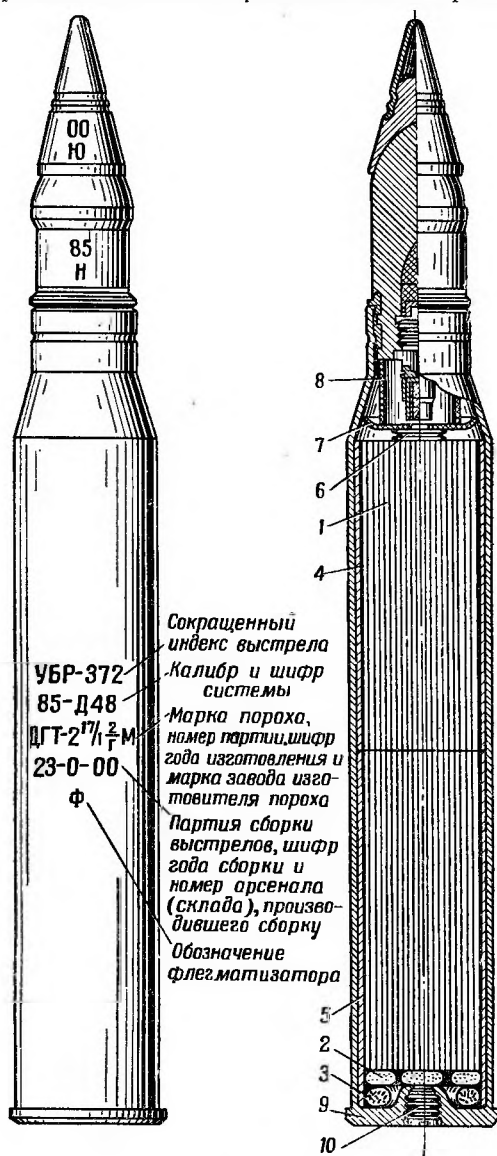
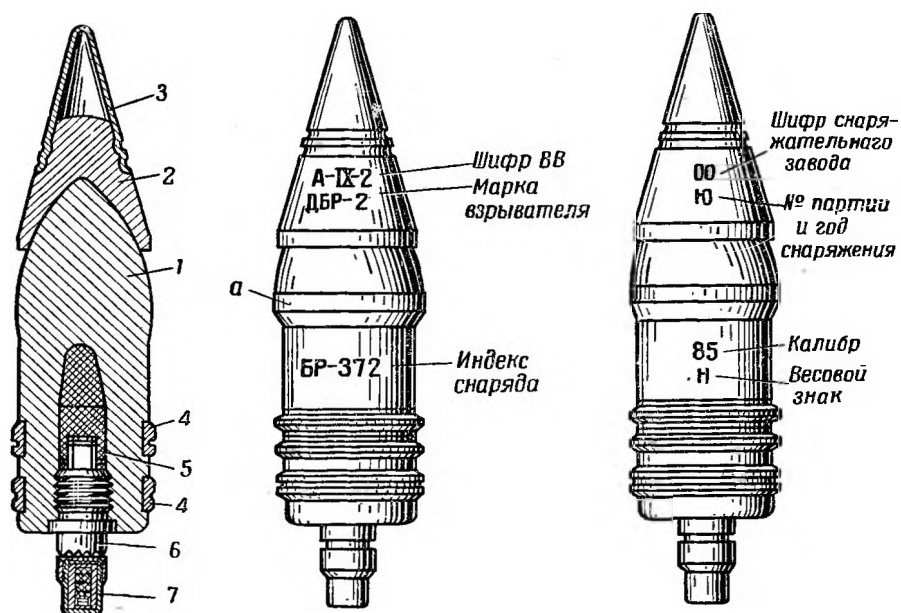
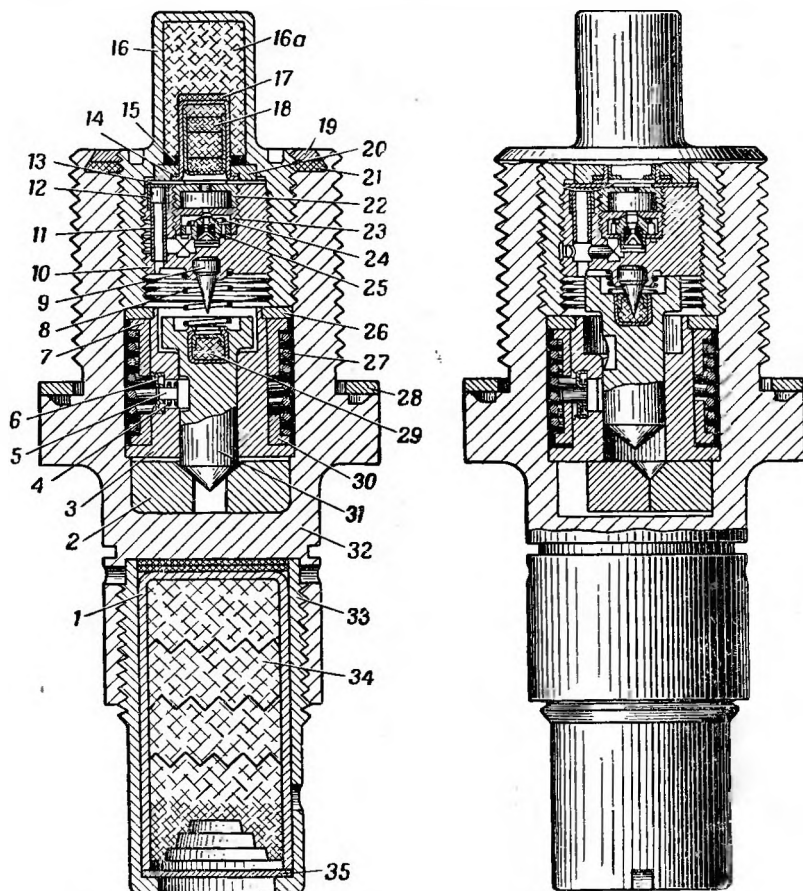

Рис. 84. 85-мм выстрел с бронебойно-трассирующим снарядом:
Рис. 87. Бронебойно-трассирующий снаряд БР-372:
Рис. 89. Взрыватель ДБР-2:
— выстрелы УБР-372 (рис. 84) с бронебойно-трассирующими снарядами БР-372 (рис. 87) и донными взрывателями ДБР-2 (рис. 89);
**Выстрелы** УБР-372 (рис. 84) с бронебойно-трассирующими снарядами БР-372 (рис. 87) предназначены для стрельбы по бронированным целям — танкам, самоходным орудиям, бронетранспортерам и другим бронированным средствам противника, а также по бронекуполам и амбразурам огневых точек противника.
**Выстрел УБР-372** (рис. 84) с бронебойно-трассирующим снарядом БР-372 (рис. 87) состоит из следующих элементов:
— латунной гильзы 9 (рис. 84), в очко которой ввинчена капсюльная втулка 10 (КВ-5);
**Бронбойно - трассирующий снаряд БР-372 (рис. 87)** с бронбойным и баллистическим наконечником состоит из:
Взрыватель ДБР-2 донный (рис. 89) предназначен для комплектации бронебойно-трассирующих снарядов БР-372.